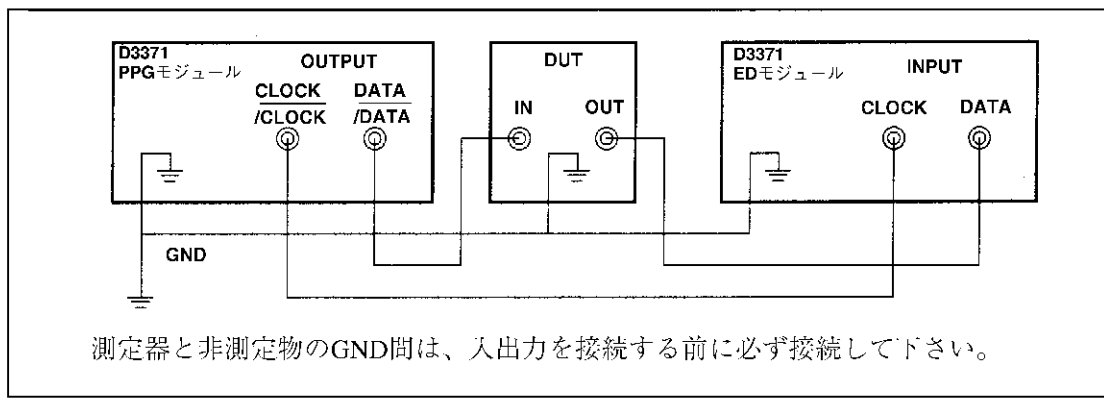

図 1-4 測定器と被測定物の接地
5. 本器の背面パネルにあるアース端子、または電源プラグのアース・ピンを接地すると共に、入出力コネクタに接続する機器も同電位に接地して下さい (図 1-4 を参照)。